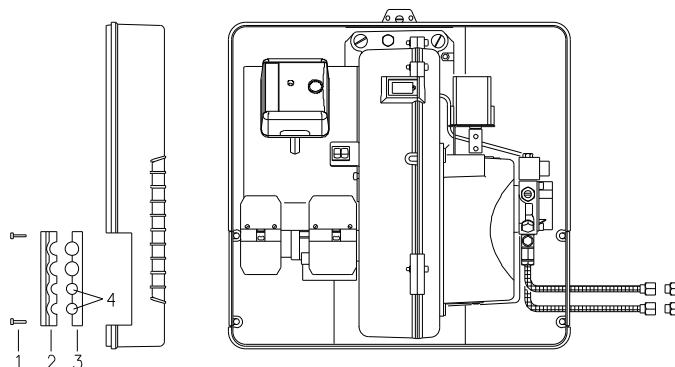

Fig. 16
- deșurubați șuruburile 1)(Fig. 16), deschideți placa din părțile 2)-3) și scoateți diafragma subțire care închide cele două găuri 4).